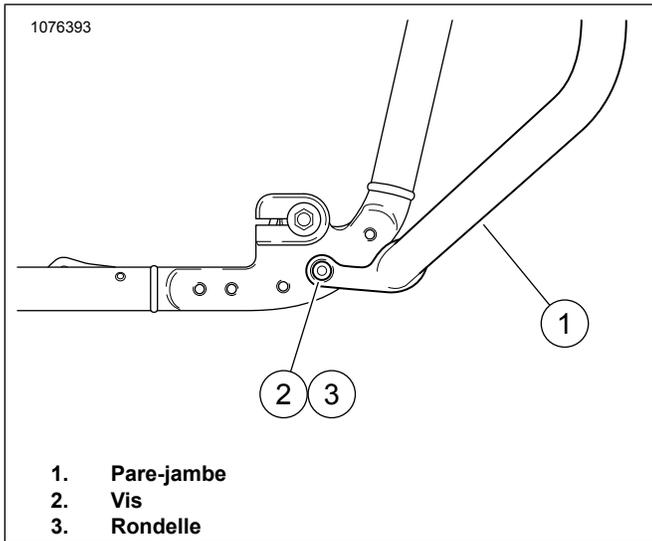

Figure 2. Installation inférieure du protecteur de moteur (vue du côté droit)
3. Consultez Figure 2 . Du côté droit de la motocyclette, fixer le protecteur de moteur (1) sur le châssis inférieur avec la vis (2) et la rondelle (3) du kit. Serrer à la main. Répéter cette étape du côté gauche.